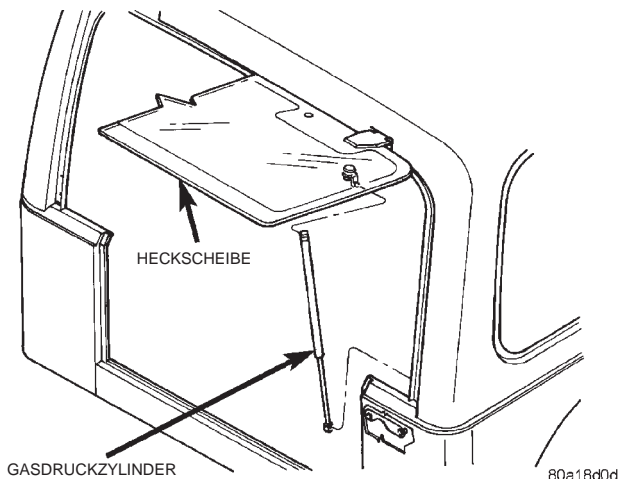

Abb. 74 Gasdruckzylinder ausbauen
- (3) Gasdruckdämpfer aus den Kugelkopfaufnahmen ausbauen (Abb. 74).